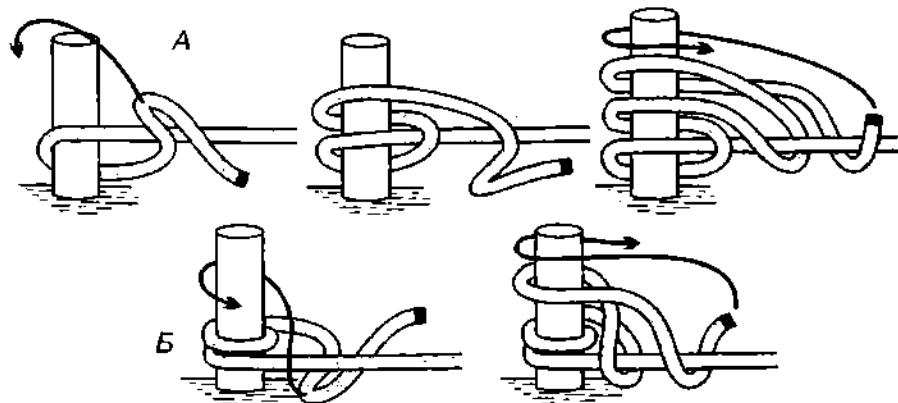

Рис. 960. А – **буксирный узел**; Б – **буксирный узел со шлагом**.
**Буксирный узел** – это зигзаговый узел, у которого шлаги ложатся только с одной стороны от коренного конца (рис. 960). **Буксирным узлом** моряки крепят трос на пале или буксирном гаке. Им удобно быстро выбирать слабину троса, а так же быстро (или постепенно) стравливать нагруженный конец. Трос обносится вокруг опоры один раз (рис. 960 А) или, если нагрузка очень большая, два раза (рис. 960